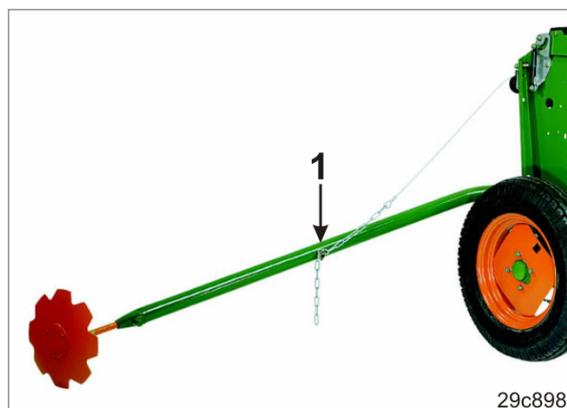

Рис. 167
5. Зафиксируйте цепь шплинтом с кольцом (Рис. 167/1).